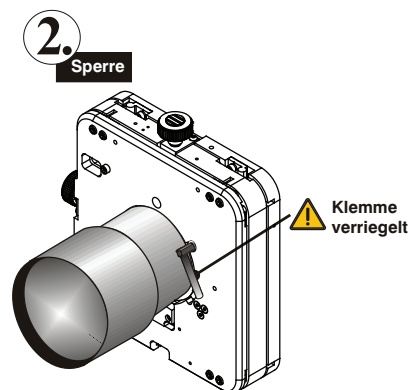

Abbildung 2-12 Verriegeln der Objektiveinheit
4. Drehen Sie die Objektivklammer nach UNTEN, um die Objektiveinheit zu arretieren. Siehe **Abbildung 2-12**.